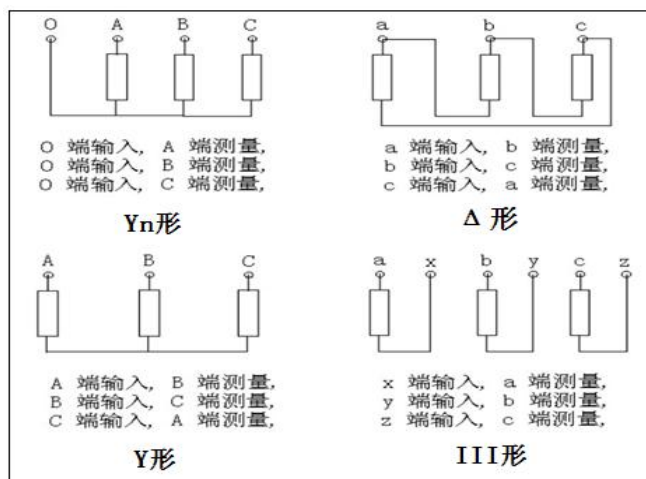

图 3.6 频响法不同绕组接线方式
(1) 绕组接线方式选择：常见的有 4 种，接法参见下图（图 3.6）；